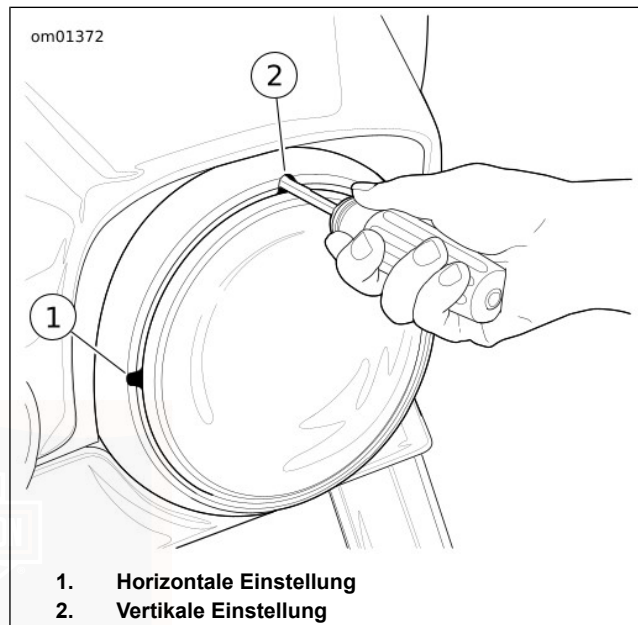

Abbildung 66. Scheinwerferereinstellschrauben (typisch)
2. Siehe Abbildung 66. Einen 5/32-Kugelkopf-Sechskantschlüssel in die Einstellöffnungen im Zierring stecken.
- a. **Horizontal:** Den Scheinwerferstrahl mit der Horizontaleinstellschraube (1) nach links und rechts verstellen.
- b. **Vertikal:** Den Scheinwerferstrahl mit der Vertikaleinstellschraube (2) nach oben und unten verstellen.